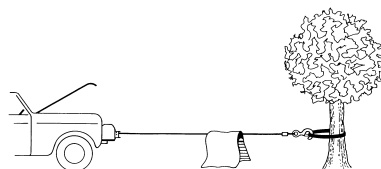

Figura 5
10. Es una buena idea poner una frazada pesada o abrigo sobre el cable de alambre cerca del extremo del gancho al tirar de cargas pesadas (Figura 5). Si falla el cable de alambre, la tela actuará como atenuador y evitará que el cable de alambre latiguee. Levante la capota del motor del vehículo para aumentar la protección.